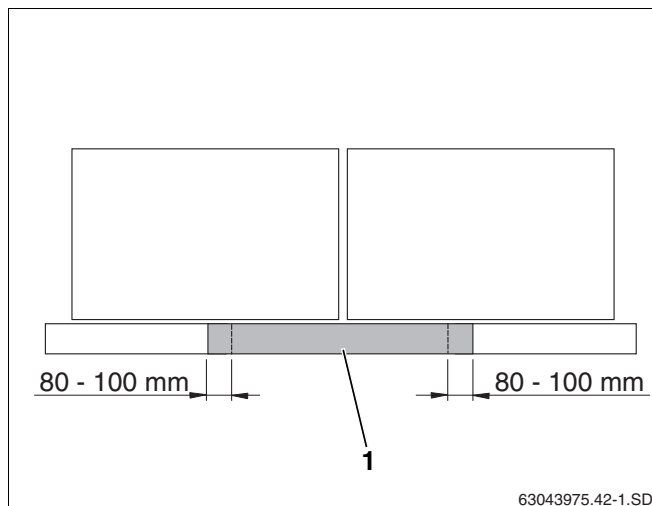

Fig. 45 Positionnement des tôles de recouvrement centrales avec capteurs horizontaux
Avec les capteurs horizontaux, les tôles de recouvrement centrales inférieures sont nécessaires à partir de deux capteurs (fig. 45, **pos. 1**). Celles-ci doivent se chevaucher de 80 - 100 mm.